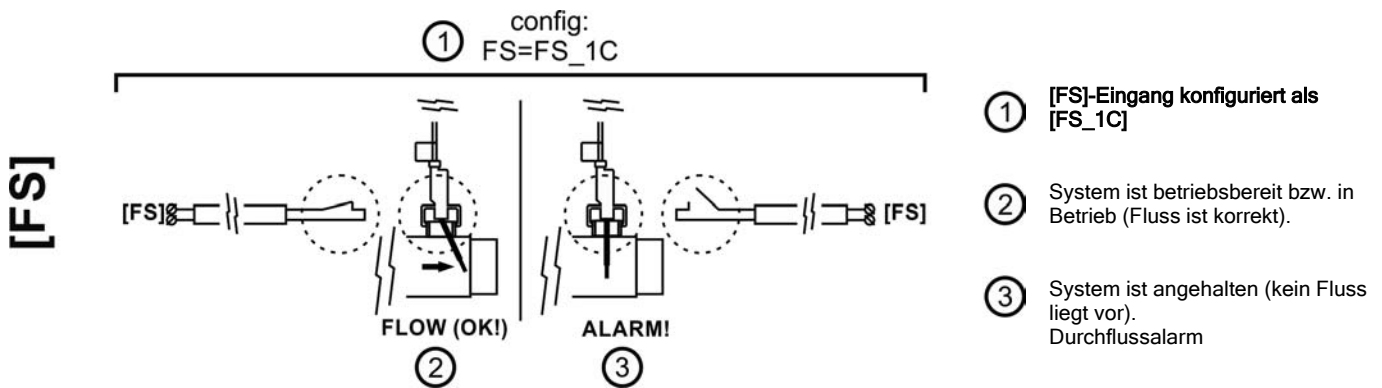

Abb. 7
**[FS] Option: EXTERNER REGLER DES FLUSSMESSERS (nicht im Gerät inbegriffen):** spannungsfreier Eingang. Schließen Sie die Kabel des externen Flussmessers an den entsprechenden Eingang [FS] am [CN7]-Anschluss der Leistungskarte des Geräts an. Sobald der an [FS] angeschlossene Kontakt sich öffnet (externer Flussmesser im Ruhezustand, Abb. 7), und wenn [FS] als [FS1c] konfiguriert ist, schaltet das Elektrolysesystem sich ab (Durchflussalarm).